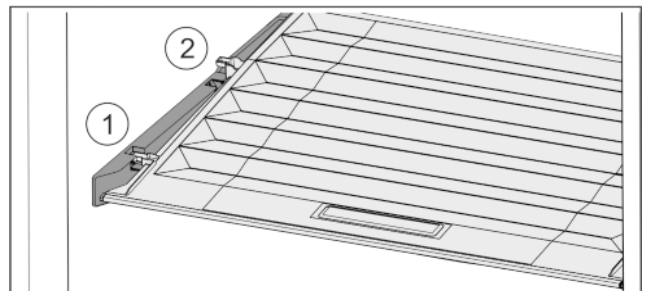

Fig. 29
- ▶ Deckel bis zur Öffnung in den Halteteilen nach vorne ziehen Fig. 29 (1).
- ▶ Hinten von unten anheben und nach oben wegnehmen Fig. 29 (2).